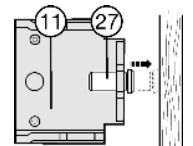

Fig. 14
- Gire los tornillos reguladores Fig. 14 (27) del centro del soporte de cojinete Fig. 14 (11) hasta el tope de la pared lateral del mueble.